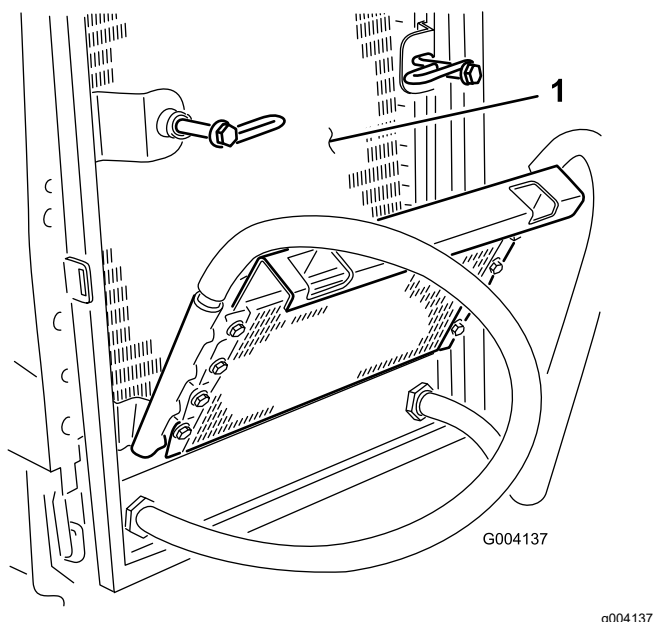

Figura 54
6. Limpie a fondo ambos lados del enfriador de aceite y del radiador (Figura 54) con aire comprimido.